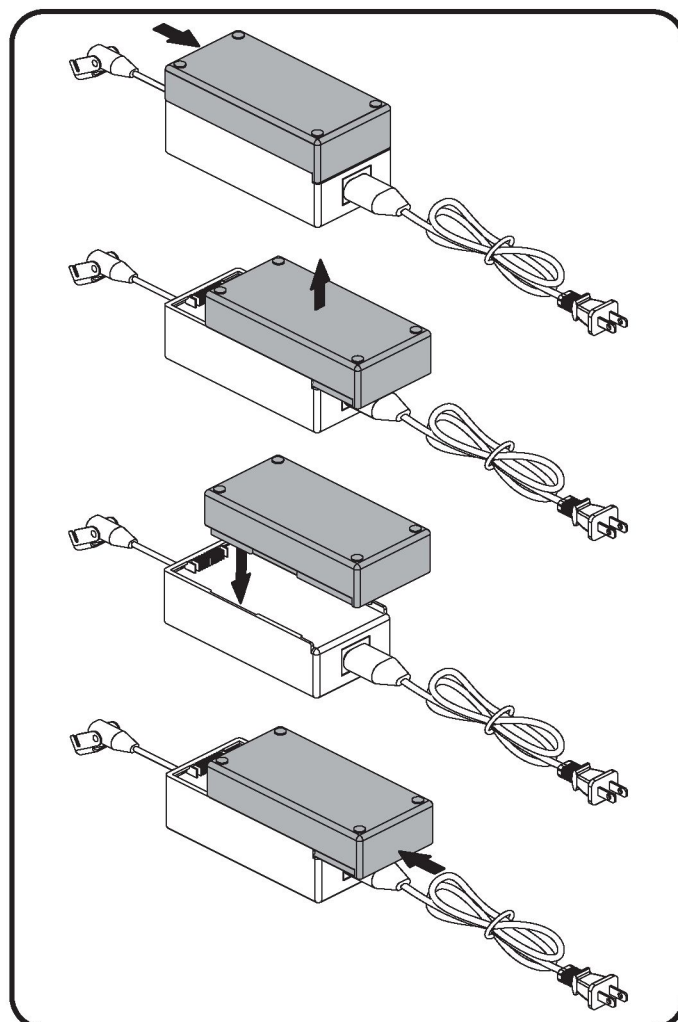

Abbildung 4.6 Austausch der Lithium-Ionen-Batterie
2. Positionieren Sie den externen Transformator so, dass der Lithium-Ionen-Akku nach oben zeigt (**Abb. 4.6**).
5. Schieben Sie den neuen Lithium-Ionen-Akku vollständig in den externen Transformator und achten Sie darauf, dass die Befestigungsritzen zum externen Transformator zeigen (**Abb. 4.6**).